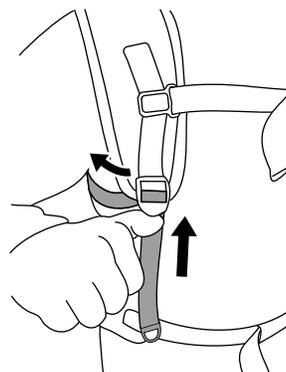

Figure 8
5. Si les bretelles ou les sangles de rappel de charge sont trop serrées, soulevez les dispositifs de réglage vers le haut pour allonger les sangles (Figure 8).